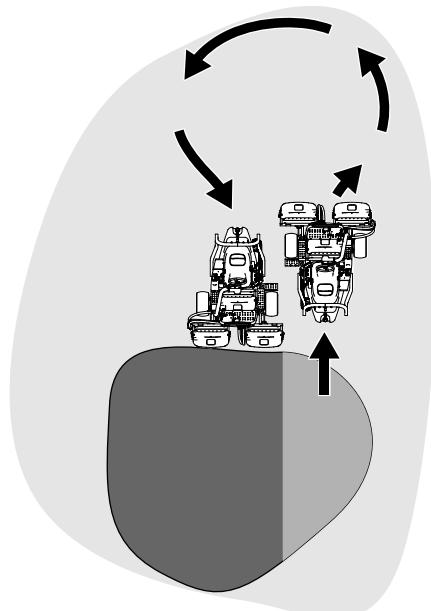

図 30
6. U ターンするとき、一旦反対側にハンドルを切つてから旋回すると、楽に、しかも効率良く回ることができて次の列そろえが楽になります。反対側に軽く振ってから旋回すると雨だれ形の旋回 **図 30** になって、スムーズに次の列に入ることができます。